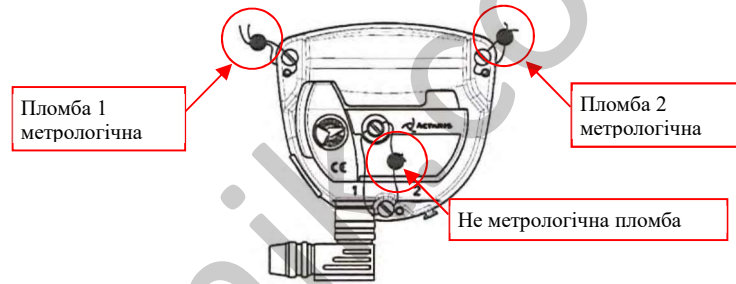

Рисунок 17. Розташування пломб із нанесеним на них клеймом офіційного метрологічного органу
- 6.1. Перед початком робіт з монтажу лічильника необхідно вивчити цей паспорт лічильника та перевірити наявність метрологічних пломб із нанесеними на них клеймами офіційного метрологічного органу заводу-виробника на відліковому пристрої (див. рис. 17). За відсутності пломб і клейм лічильник до експлуатації не допускається.